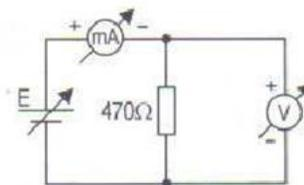

Figura 5.4
- 1) Monte o circuito da Figura 5.4.